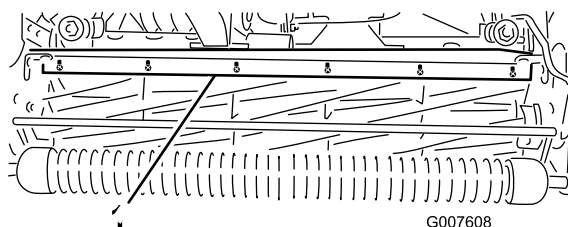

Figura 52
- Allentate le viti che fissano la barra superiore (Figura 52) all'apparato di taglio.